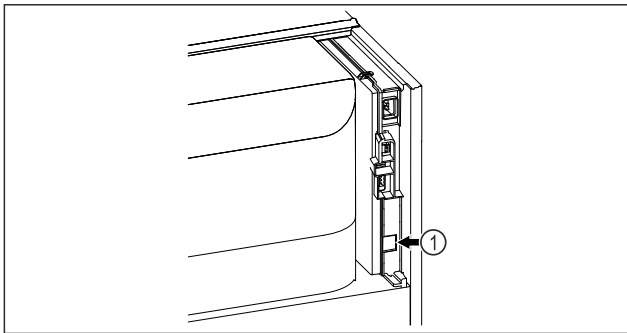

Fig. 61
- Използва се SmartModule Fig. 61 (1).